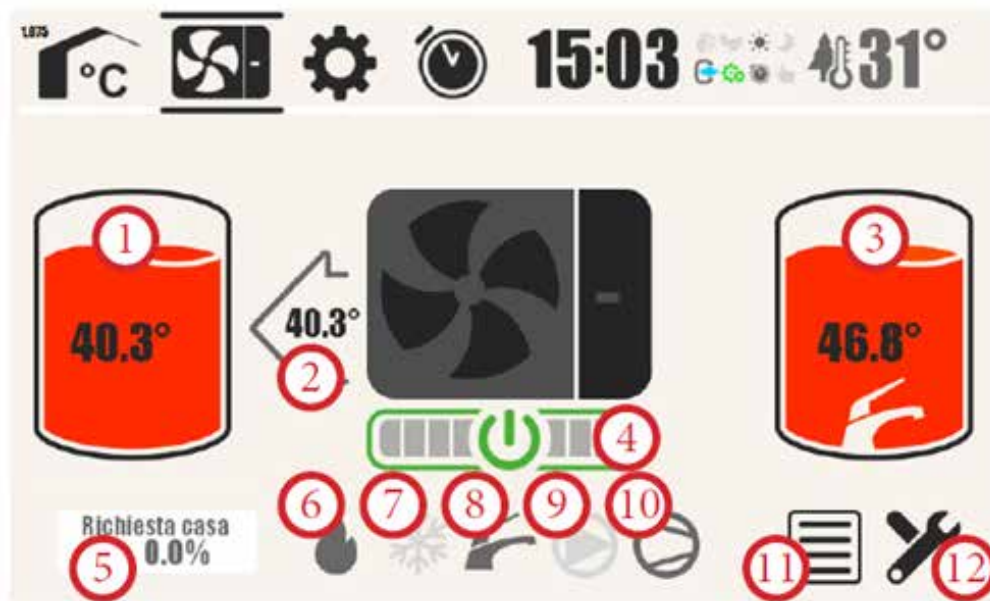

ABB. 86 (Taste ON - OFF Fernsteuerung HCC)
1) Drücken Sie auf das Symbol (**ABB. 86 - Bez. 4**), um die Maschine einzuschalten.
Wenn das Symbol „**Flamme**“ (**ABB. 86 - Bez. 6**) eingeschaltet ist, bedeutet dies, dass die Maschine Warmwasser produziert.
Wenn das Symbol „**Schnee**“ (**ABB. 86 - Bez. 7**) eingeschaltet ist, bedeutet dies, dass die Maschine Kaltwasser produziert.
- 1) Drücken Sie auf das Symbol (**ABB. 86 - Bez. 4**), um die Maschine abzuschalten.